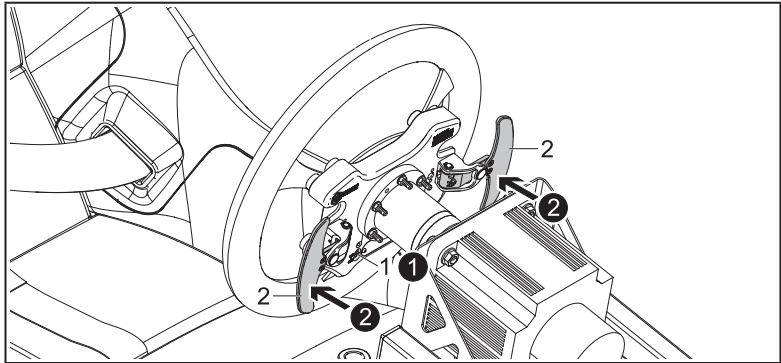

Abb.: 12 Lenkrad einschalten
- Beide Schalthebel Abb.: 12 Pos. Nr. 2 der Lenkradschaltung für 2 Sekunden in Richtung Rennsitz ziehen.